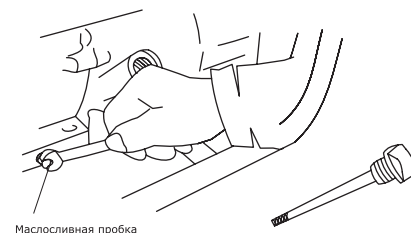

Рис. 17
- Найдите месторасположение маслянистой пробки (рис. 17).
- Очистите поверхность около сливной пробки (рис. 17).
- Отверните маслянистую пробку и слейте масло (рис. 17).